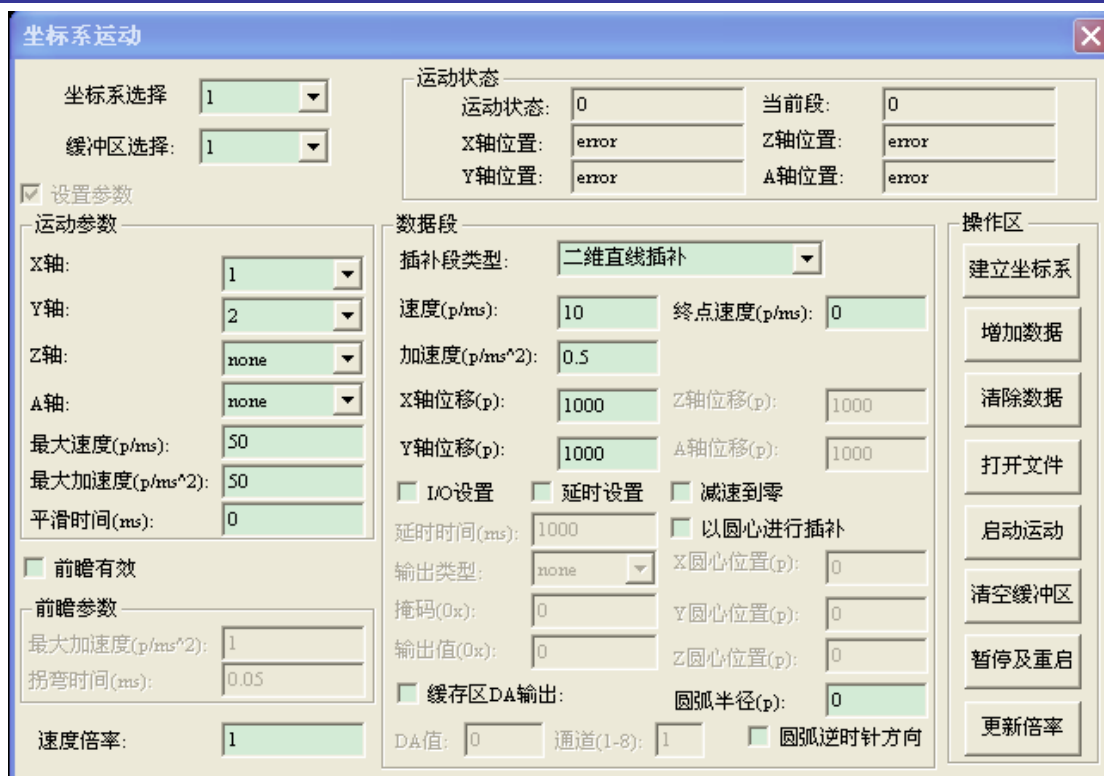

图 4-16 插补运动模块对话框
- (1) 请确认控制器与端子板、端子板与驱动器之间已正确可靠地连接。
- (2) 请确认控制器第一、二轴轴状态正常，并且伺服使能两轴。（无报警、无限位、已经伺服使能）。
- (3) 点击主界面菜单“视图”->“插补运动”，将会弹出插补运动模块对话框，如图 4-16 所示。